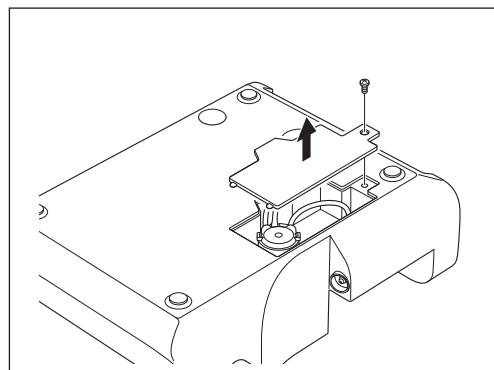

Fig. 49
- 2) Vire a unidade de controle. Utilize uma chave de estrela para remover o parafuso na tampa da bomba de irrigação e retire a tampa (Fig. 49).